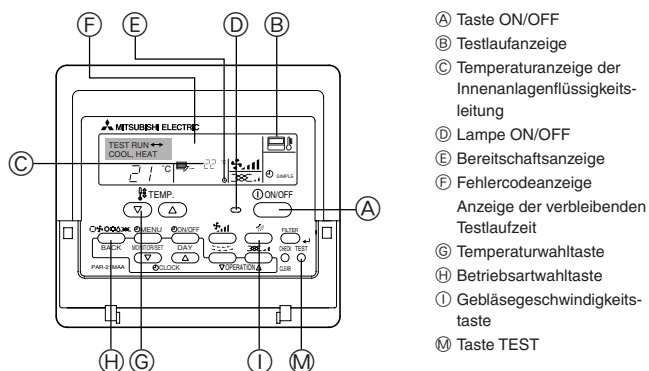

Fig. 7-1
7.2.1. Verwendung der verdrahteten Fernbedienung (Fig. 7-1)